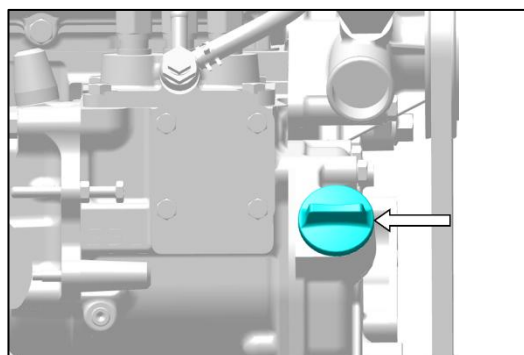

Fig. 158 - BOUCHON DE REMPLISSAGE D'HUILE MOTEUR
5. Faites l'appoint par le bouchon de remplissage (fig. 158) avec l'huile de lubrification recommandée et vérifiez le niveau d'huile sur la jauge.